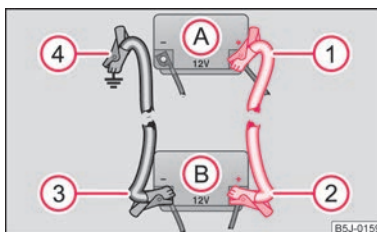

Bild 110 Starthjälp med bilbatteriet i ett annat fordon: A - urladdat bilbatteri, B - strömgivande bilbatteri
- Anslut den ena änden ① till pluspolen ⇒ bild 110 på det urladdade bilbatteriet ①.
- Anslut den andra änden ② till pluspolen på det strömgivande bilbatteriet ②.